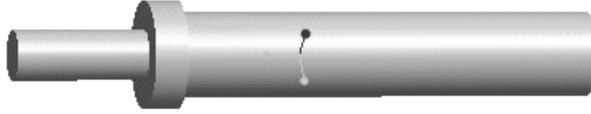

图 1-21
1. 使用 Pro/ENGINEER Wildfire 4.0 绘制如图 1-21 所示的模型零件，要求阶梯轴两端的直径分别为 50mm 和 100mm，两段的长度分别为 100mm 和 500mm。